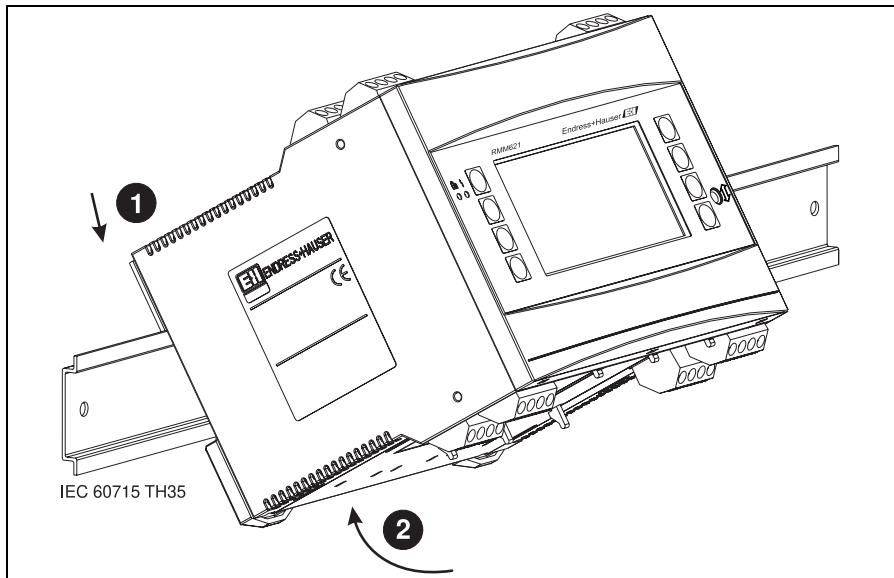

Fig. 3: Montage instrument op DIN-rail
Klik de behuizing op de DIN-rail door het instrument eerst op de rail te hangen en deze daarna door naar beneden te drukken te laten borgen (z. Fig. 3, pos. 1 en 2).